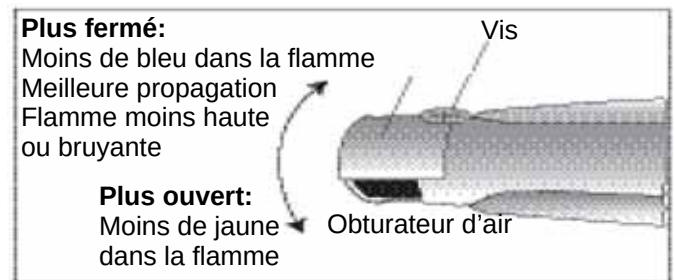

FIGURE 25: Ajustement des obturateurs d'air (si nécessaire)
Les brûleurs en forme de tube utilisés avec les appareils THERMADOR^{mc} sont munis d'obturateurs d'air semblables à ceux de la Figure 25. Ils peuvent être ajustés de la façon suivante (à moins que cela soit déconseillé). Vous devez enlever le brûleur de l'appareil pour ajuster les obturateurs d'air.
- Ajustez l'obturateur à une position plus fermée si la flamme est trop élevée ou bruyante, ou si elle se propage mal. Ajustez l'obturateur à une position plus ouverte si la flamme est trop jaune (Figure 25).